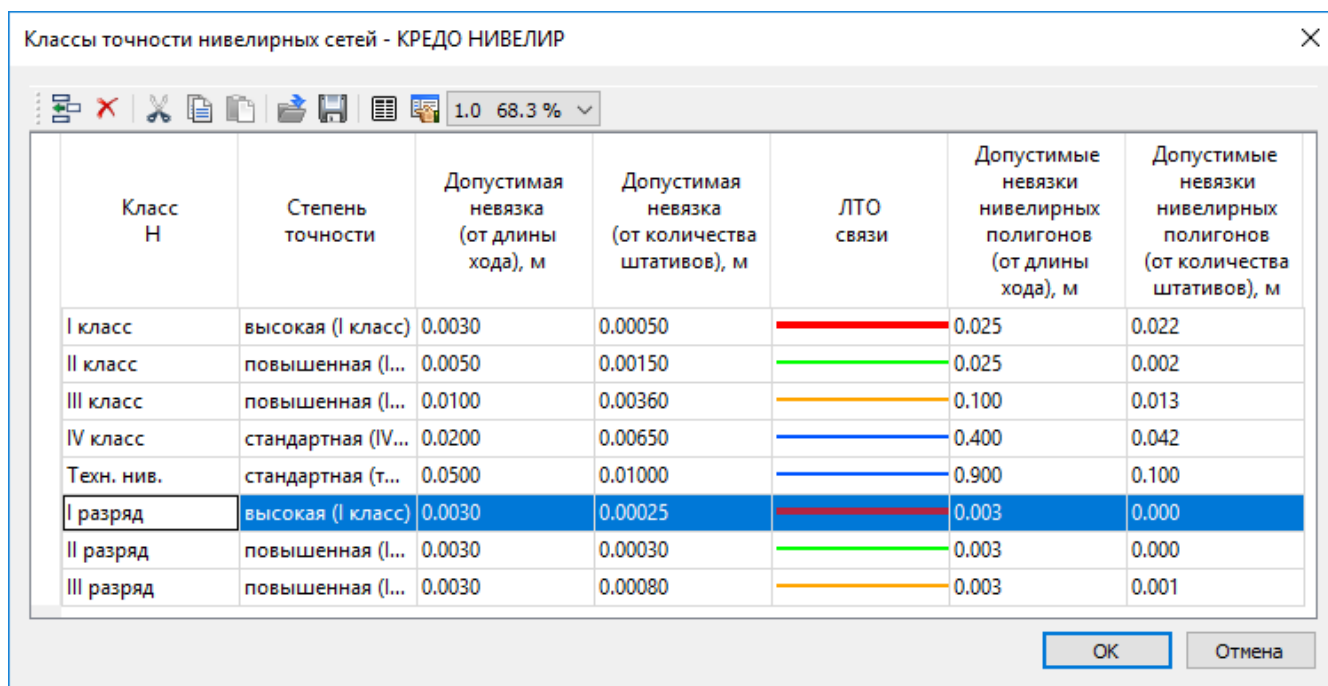

Рисунок 10.22
1. Просмотрите значения коэффициентов, необходимые для вычисления допустимых невязок, для данного разряда в таблице **Классы точности нивелирных сетей** диалога **Свойства проекта** (команда **Файл/Свойства проекта**) (рис. 10.22).